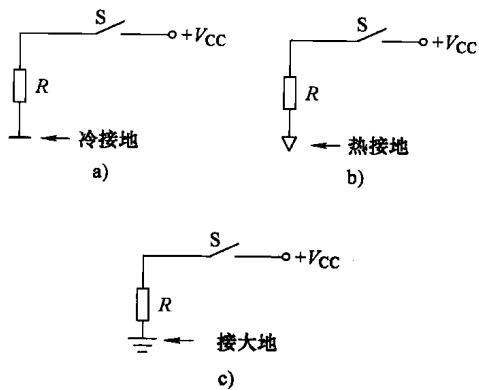

图 2-2 电路中的接地方式
(2) 电路图中的接地方式 电路图中的接地和电子仪器、家用电器的外壳接地是两个完全不同的概念。前者的接地对电路而言仅是一个共用参考点；后者是保护性接地，接的是大地，使仪器的外壳与大地等电位，避免仪器漏电时外壳带电而造成人员的触电危险。识读电路图时，必须要搞清电路图中的接地方式，如图 2-2 所示。
(3) 电路图中元器件的作用 电子线路的基本单元电路是由各种元器件组成的，多个单元电路组成一个完整的电子整机产品。掌握各种元器件的功能，了解它的工作特性，熟悉它的测量方法，有利于电路图的识读。